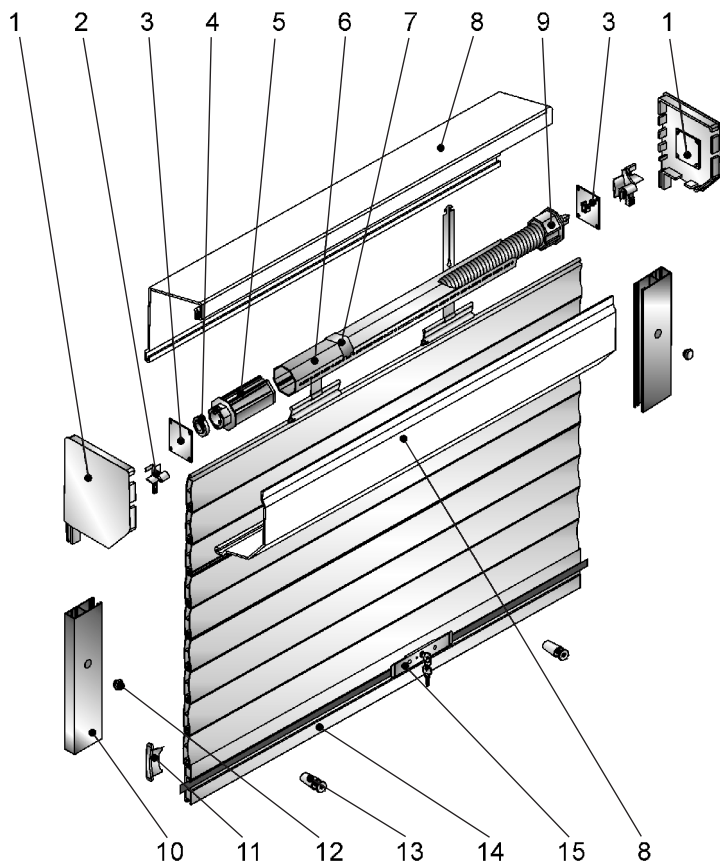

Рис.5 Комплектация роллет с пружинно-инерционным механизмом
1.3.8 Устройство и порядок работы роллеты, оснащенной пружинно-инерционным механизмом (см. рис.5):